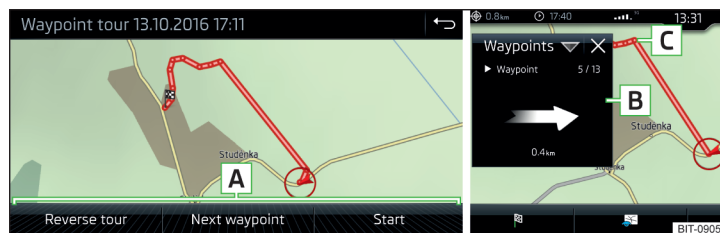

Fig. 245 Afișarea unui traseu cu puncte de drum / Parcurgerea unui traseu cu puncte de drum
- Selecțai unul dintre următoarele meniuri **A** » fig. 245.
În timpul parcurgerii unui traseu cu puncte de drum, în fereastra suplimentară **Pcte. drum** se afișează direcția, precum și distanța până la următorul punct de drum, numărul punctului de drum următor, precum și numărul total al punctelor de drum [B] » fig. 245.
Traseul cu puncte de drum „scade” succesiv din poziția actuală a autovehiculului spre următorul punct de drum „[C] » fig. 245.
- > Afișarea traseului cu puncte de drum » fig. 245 la pagina 204